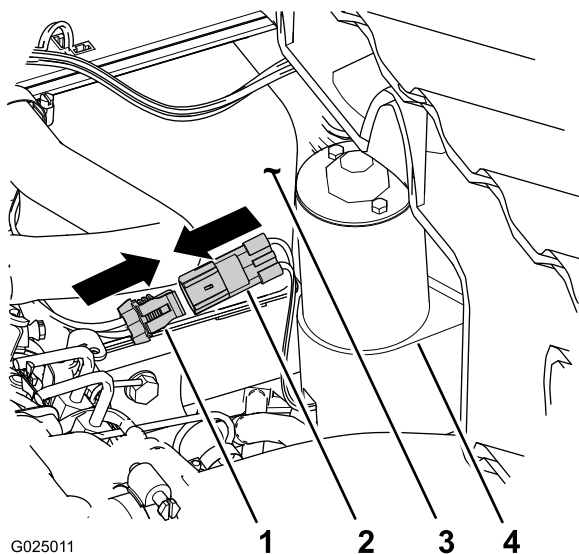

Figura 8
- Ligue o conector eléctrico de 2 tomadas da cablagem traseira da máquina ao conector de 2 pinos do accionador do elevador (Figura 8).